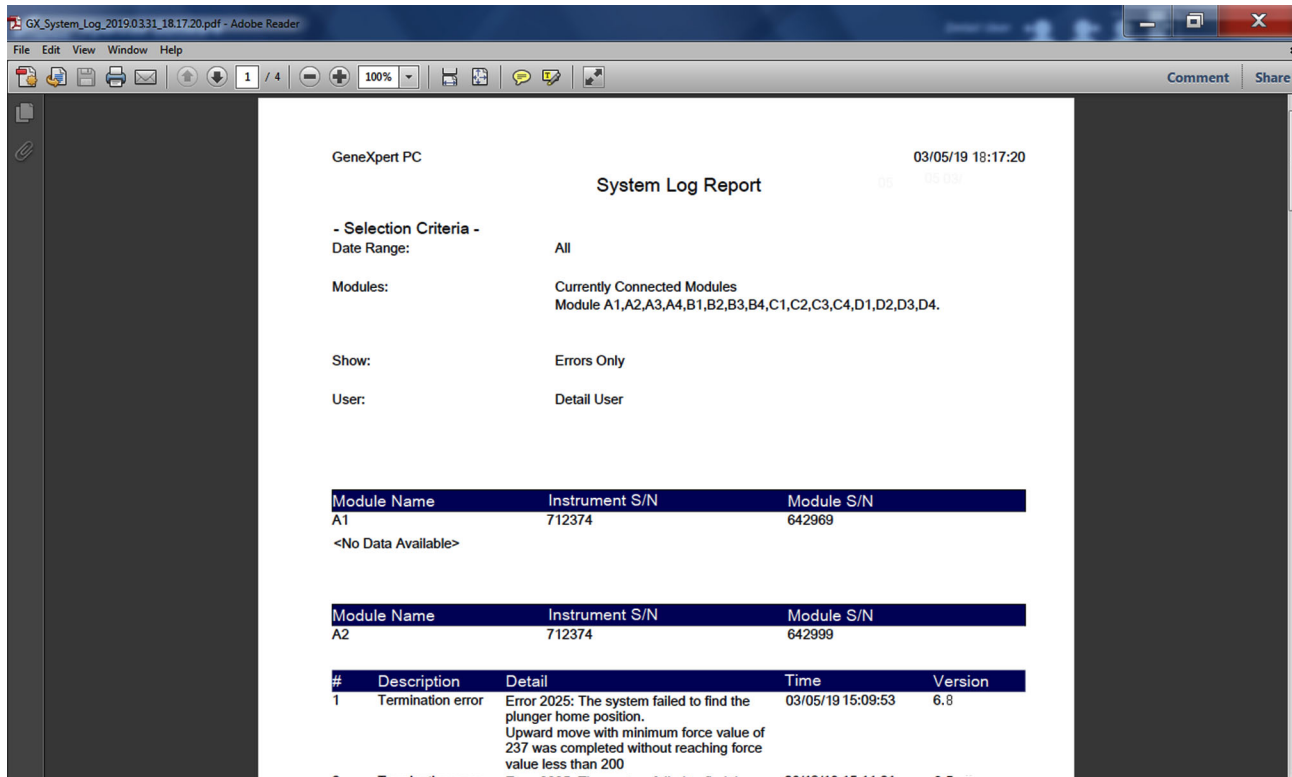

图 9-62. 在 Adobe Reader 中显示的系统日志报告
- **预览 PDF (PREVIEW PDF)** – 创建一个 PDF 文件，并在 Adobe Reader 窗口中显示该文件。您可以保存并从 Reader 软件打印 PDF 文件。请参见图 9-62。